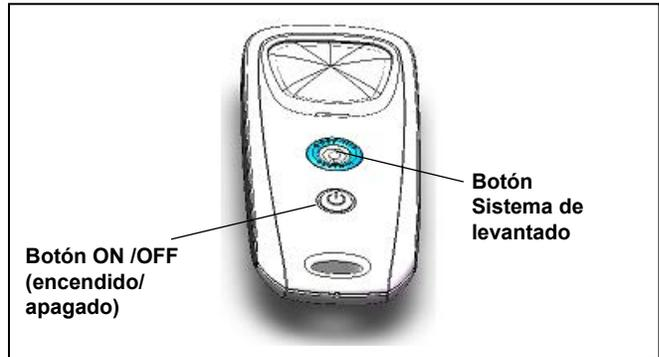

Figura 20. Control remoto 9500 Sport/P95
Mantenga presionado  durante 3 segundos (véase Figura 20).
- Para retirar el limpiador de la piscina utilizando el control remoto, presione  (véase Figura 20).